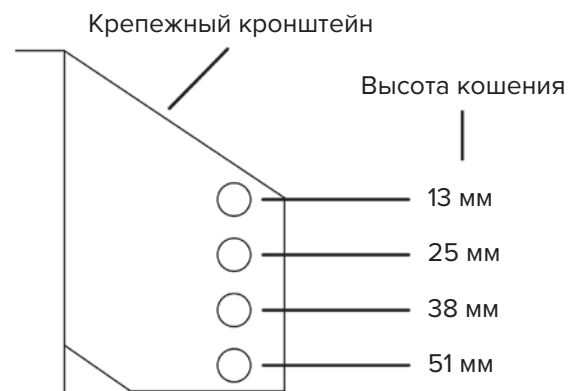

Рис. 16
5. Поместите ролики в одно из указанных положений (рис. 16). Ролики сохраняют зазор в 19 мм от земли, чтобы минимизировать поверхностные срезы и износ или повреждение самих роликов.